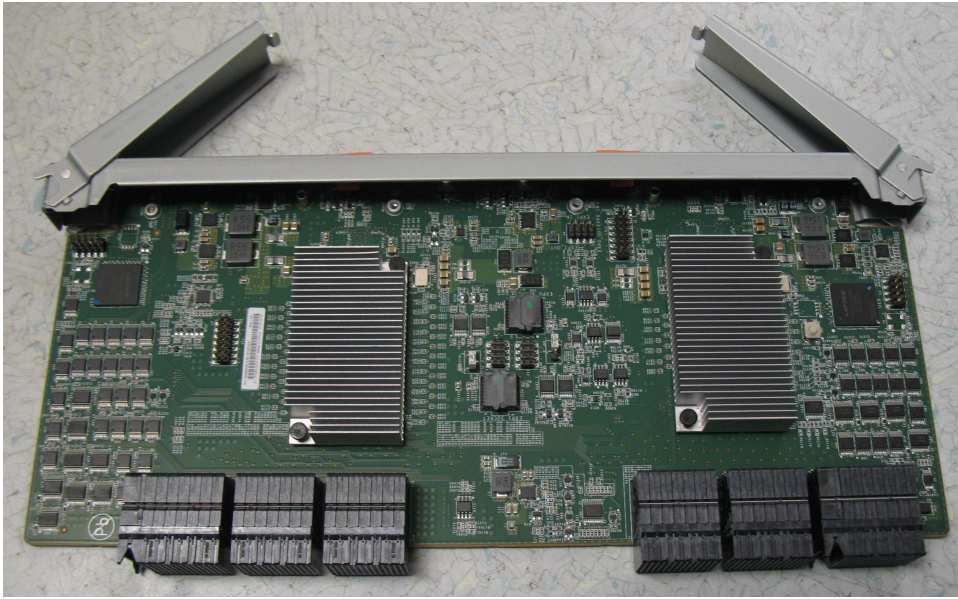

図 117. エンクロージャーから取り外された 2 次拡張機構モジュール
5. 137 ページの図 117 に示すように、2 次拡張機構モジュールを安全な場所に置きます。